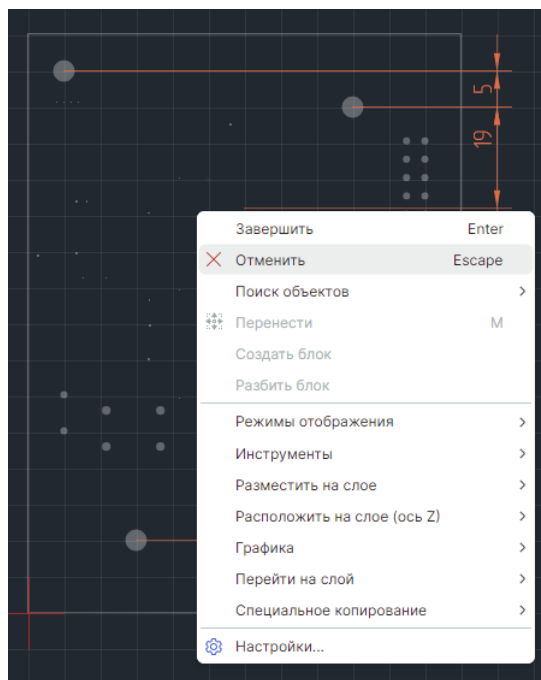

Рис. 468 Завершение работы с линией
8. Для завершения работы с размерной линией нажмите клавишу «Escape» или вызовите контекстное меню и выберите «Отменить», см. Рис. 468.